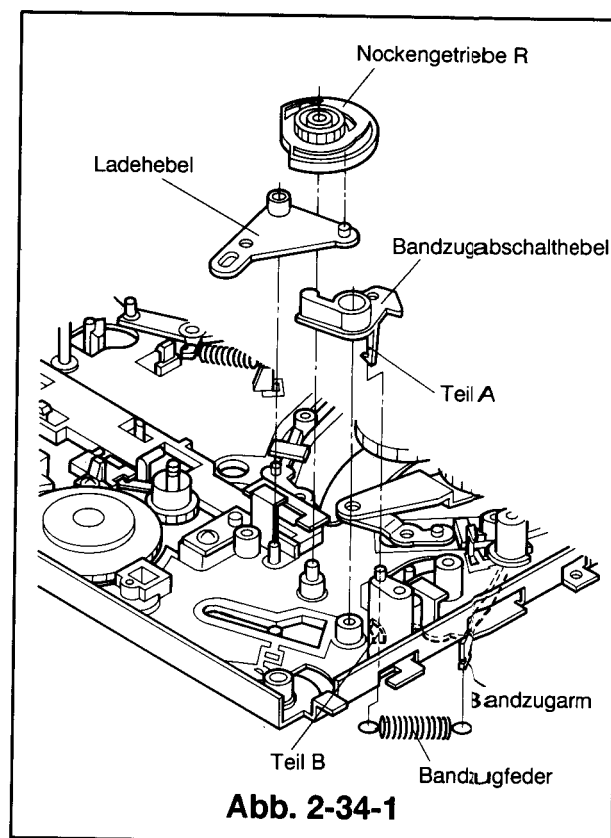

Abb. 2-34-1
- ③ Die Ladeeinheit ausbauen (siehe Artikel 2-18).
- ④ Den Antriebsriemen und das Riemenrad ausbauen (siehe 2-28).
- ⑤ Die Lademotoreinheit (mit der Motorhalterung) ausbauen (siehe Artikel 2-29).
- ⑥ Das Hauptgetriebe J ausbauen (siehe Artikel 2-30).
- ⑦ Die Platte J, die Rolle B und die Nockenplatte B ausbauen (siehe Artikel 2-33).
- ⑧ Das Nockengetriebe R anheben und herausnehmen (siehe Abb.2-34-1).
- ⑨ Den Ladehebel ausbauen (siehe Abb.2-34-1).
- ⑩ Den Bandzugsabschalthebel ausbauen (siehe Abb.2-34-1).
- ① Beim installieren den Teil A des Bandzugsabschalthebels durch den Teil B führen siehe Abb.2-34-1
- ② Den Ladehebel auf der Achse befestigen.